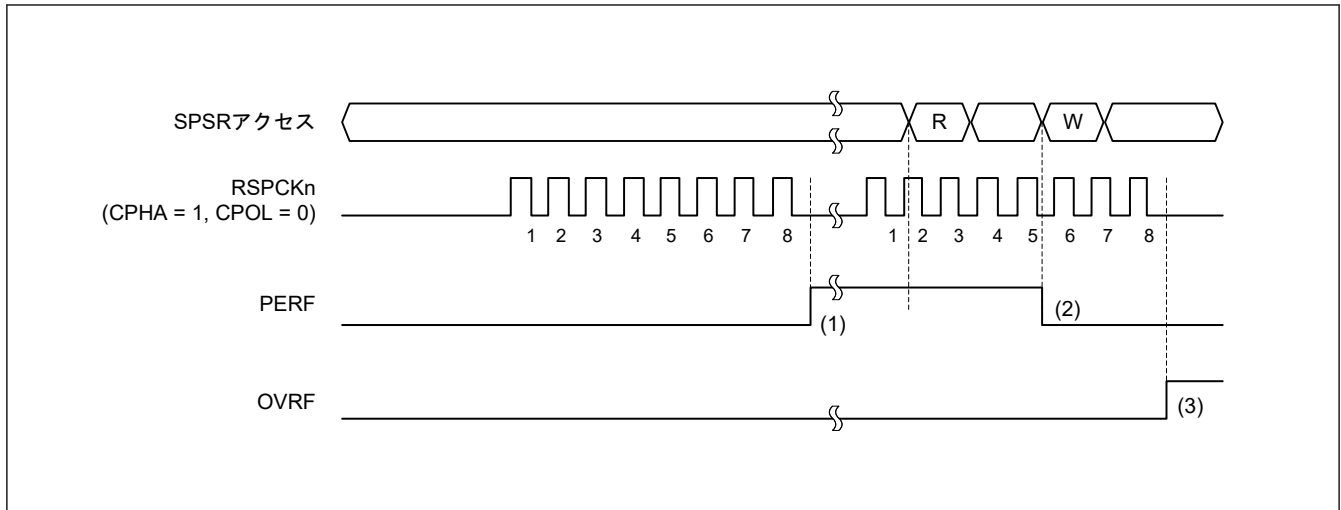

図 27.30 OVRF フラグおよび PERF フラグの動作例
図 27.30 に OVRF フラグと PERF フラグの動作例を示します。図 27.30 に記載の SPSR アクセスは、SPSR レジスタへのアクセス条件を示します。W は書き込みサイクル、R は読み出しサイクルを示します。この例では、SPCR2.SPPE ビットが 1 の状態で全二重シリアル通信を行います。SPCMD0.CPHA ビットが 1、かつ SPCMD0.CPOL ビットが 0 の設定で、SPI は 8 ビットのシリアル転送を実行します。RSPCKn 波形の下に記載した数字は RSPCK サイクル数 (= 転送ビット数) を示しています。
以下に、図 27.30 の (1)~(3) に示したタイミングでのフラグの動作内容を説明します。